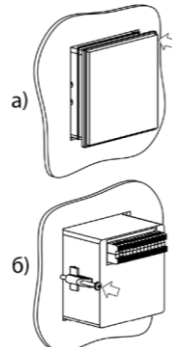

Рисунок 3 – Монтаж пристрою щитового кріплення Щ1
3. Встановити пристрій у монтажний виріз щита (див. *рисунок 3, а*).
4. Встановити фіксатори з комплекту постачання до отворів на бічних стінках пристрою (*рисунок 3, б*).